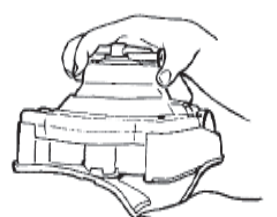

図10
- 7) 本器を水平に持ちながら、底のカバーを外してください (図10)。